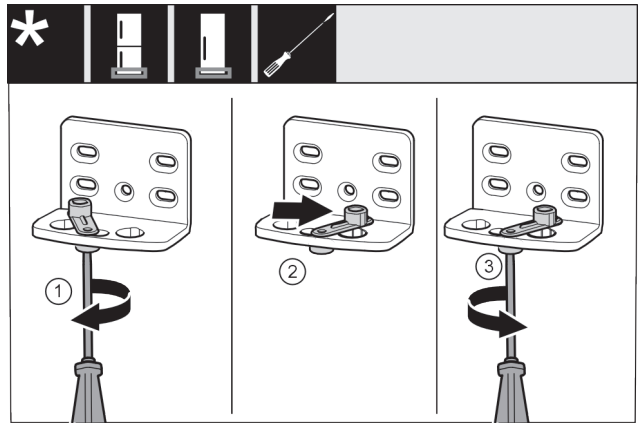

Fig. 46 *
- Schraube Fig. 46 (1) mit Schraubendreher lose schrauben.*
- Türschließhilfe Fig. 46 (2) anheben und um 90° nach rechts in Bohrung drehen.*
- Schraube Fig. 46 (3) mit Schraubendreher festschrauben.*